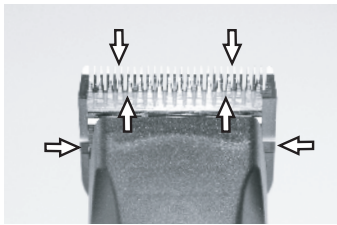

Fig. 24
För att uppnå ett bra klippresultat och för att öka klipprens och klipphuvudets livslängd måste du lägga på en tunn oljefilm mellan över- och underskåret (fig. 24).
- ▶ Smörj skären tillräckligt mycket under klippningen (minst var femtonde minut), så att de inte torkar (fig. 24).
Skären måste smörjas före, under och efter varje användning. Wenn die Messer der Schermaschine Streifen hinterlassen, ist dies ein sicheres Zeichen, dass Sie Öl benötigen. Legg några droppar olja fram på och tvärs över klippskären (se pilarna i fig. 24). Torka bort överskottsolja med en mjuk, torr trasa. Smörjsprayer innehåller inte tillräckligt mycket olja för att smörjningen ska bli bra, men kyler skären. Byt omedelbart skadade eller slöa skär för att undvika skador.